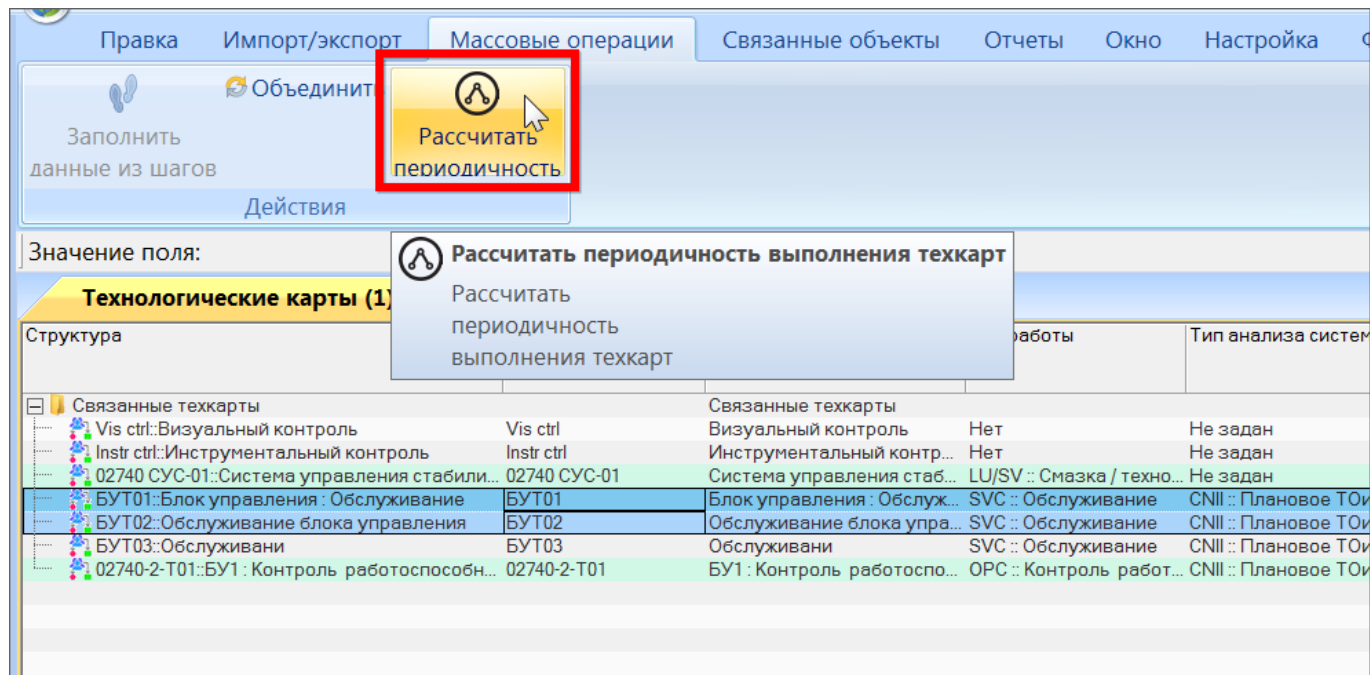

Рис. 12-107 – Вызов команды для расчета периодичности выполнения ТК
3) Перейти на вкладку «Массовые операции» и нажать кнопку «Расчитать периодичность» (рис. 12-107).